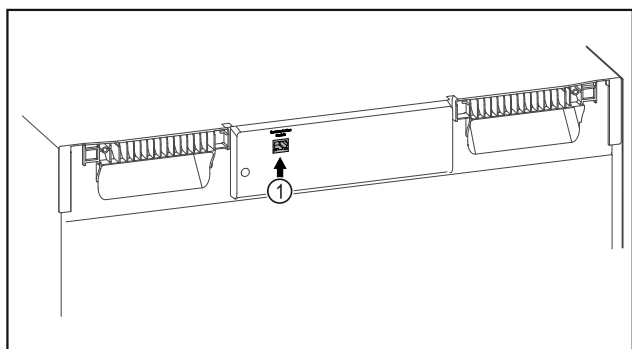

Fig. 89
- SmartModule Fig. 89 (1) se rabi.